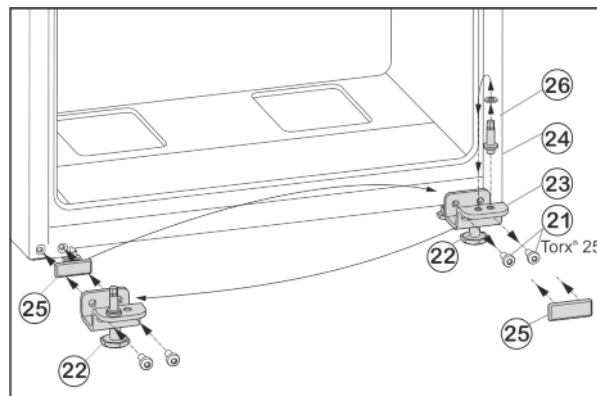

Fig. 9
- ▶ Открутите крепежные винты Fig. 9 (21).
- ▶ Снимите нижний опорный кронштейн Fig. 9 (23) вместе с опорным пальцем Fig. 9 (24), шайбой Fig. 9 (26) и регулируемой опорой Fig. 9 (22).
- ▶ Открутите опорный палец Fig. 9 (24) вместе с шайбой Fig. 9 (26) и, переставив в отверстие на противоположной стороне опорного кронштейна, снова прикрутите.
- ▶ Аккуратно снимите защитную пластину Fig. 9 (25) и переставьте ее на противоположную сторону.
- ▶ Прикрутите нижний опорный кронштейн Fig. 9 (23) вместе с опорным пальцем Fig. 9 (24), шайбой Fig. 9 (26) и регулируемой опорой Fig. 9 (22) с новой стороны шарнира (с моментом 4 Нм), при необходимости используйте аккумуляторный шурупверт.
- ▶ Установите дверь сверху на опорный палец Fig. 9 (24).
- ▶ Выверните регулируемую опору Fig. 9 (22) на нижнем опорном кронштейне Fig. 9 (23) до ее соприкосновения с полом.